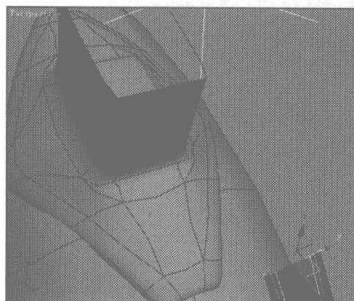
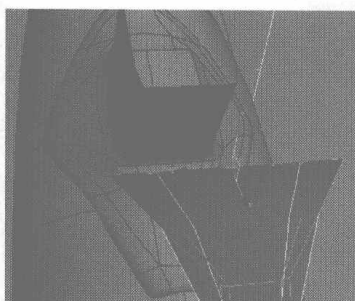
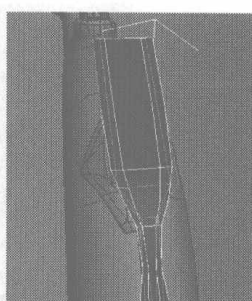

图 2.331
图 2.332
图 2.333
- 48** 选择如图 2.331 所示的曲线, 按住 Shift 键向上拖动, 复制出一个边沿, 利用缩放工具调整到如图 2.332 所示的位置, 按住 Shift 键向上拖动, 再次复制出一个边沿, 如图 2.333 所示。